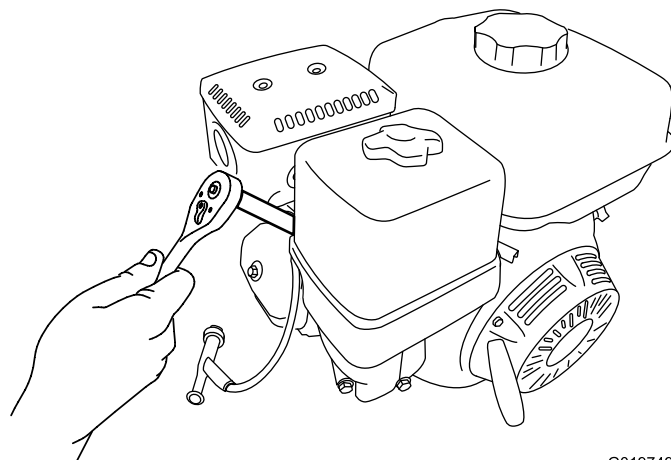

Figura 43
5. Gire la bujía en sentido antihorario usando una llave para bujías de 21 mm (13/16") para desmontar la bujía y la junta (**Figura 43**).
2. Gire la bujía en sentido horario usando una llave para bujías de 21 mm (13/16") hasta que la bujía y la junta estén asentadas (Figura 43).